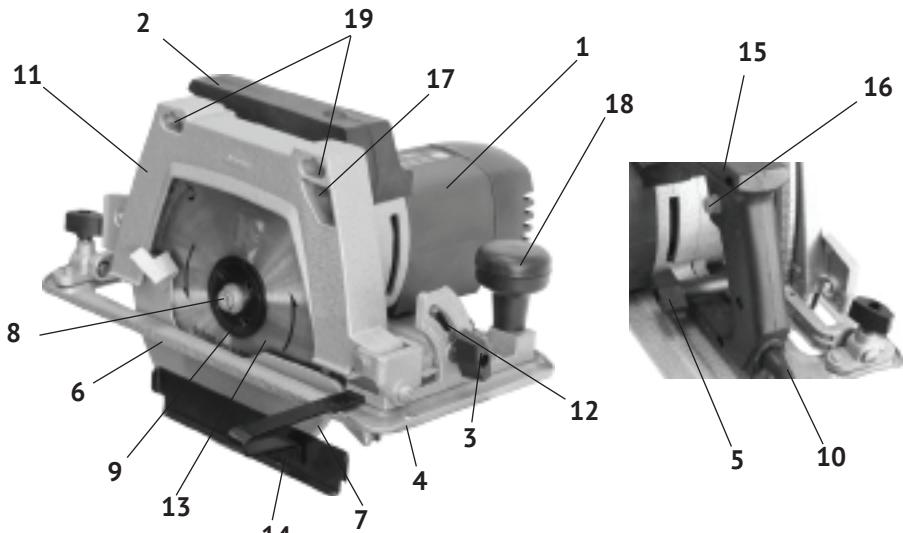

рис. 1
1.6 Общий вид пилы представлен на рис.1
1.7 Пила состоит из коллекторного двигателя в пластиковом корпусе (рис.1 поз.1) и металлического редуктора. Верхний неподвижный кожух (рис.1 поз.11) является одновременно крышкой корпуса редуктора. Крутящий момент с якоря электродвигателя, через шестернию, передаётся на шпиндель, соосный с электродвигателем. На шпиндель пилы, между опорным и зажимным (рис.1 поз.9) фланцами крепится пильный диск (рис.1 поз.13). Пильный диск - основной рабочий инструмент пилы.
1.8 Клавиша выключателя (рис.1 поз.15) расположена в рукоятке (рис.1 поз.2). Включение пилы осуществляется нажатием на клавишу выключателя указательным пальцем. Слева на рукоятке находится кнопка фиксации (рис.1 поз.16) клавиши выключателя в рабочем положении.
- нажав клавишу, зафиксировать её нажатием кнопки фиксации (рис.1 поз.16) в рабочем положении/повторное нажатие на клавишу отключает пилу при этом кнопка фиксации (со щелчком) возвращается в исходное положение.
На верхнем защитном кожухе (рис.1 поз.11) стрелкой указано направление вращения диска.
- надёжность крепления деталей корпуса двигателя, направляющей плиты (рис.1 поз.4) и отсутствие их повреждений, затяжку всех резьбовых соединений, исправность редуктора (вращение шпинделя от руки без заеданий);
- работу подвижного защитного кожуха (рис.1 поз.7);
2.2.1 Закрепить на шпиндель пильный диск (рис.1 поз.13), соответствующий обрабатываемому материалу. Для установки (замены) диска необходимо:
- открутить накидным ключом (входит в комплект поставки) винт крепления диска (рис.1 поз.8), снять зажимной фланец (рис.1 поз.9);
- переместить вверх, за рычаг нижний подвижный кожух (рис.1 поз.7), снять пильный диск (при замене);
- закрепить в отверстие для выброса опилок (рис.1 поз.17), на неподвижном кожухе (рис.1 поз.11), патрубок отвода стружки (входит в комплект поставки).
- ослабить винт (рис.1 поз.5) регулировки глубины пропила;
- ослабить винт (рис.1 поз.3) фиксации угла наклона;
2.2.5 При необходимости отпиливания заготовок строго определённой ширины, установите параллельный упор (входит в комплект поставки). Упор (рис.1 поз.14) вставляется в прорезь (справа или слева) направляющей плиты (рис.1 поз.4) и крепится винтом (рис.1 поз.12).
Пропил производите, подавая пилу вперёд двумя руками, используя дополнительную рукоятку (рис.1 поз.18), плотно прижимая основание к обрабатываемой заготовке.
- закрепить, используя отверстия (рис.1 поз.19) в неподвижном кожухе, двумя струбцинами к поверхности верстака (рабочего стола);
- установить на кронштейн (рис.1 поз.6) неподвижного кожуха расклинивающий нож с закреплённым на нём пластиковым защитным кожухом (входят в комплект поставки);
- при необходимости отпиливания заготовок определённой ширины, вставить в прорезь основания параллельный упор (рис.1 поз.14) и закрепить его винтом (рис.1 поз.12) в нужном положении.
Убедившись в надёжном креплении пилы, нажмите клавишу выключателя и зафиксируйте её кнопкой (рис.1 поз.16) во включённом положении. Соблюдая все меры предосторожности, двумя руками плавно подавайте заготовку к пильному диску, прижимая её по всей длине к основанию.
Внимание! Не фиксируйте нижний подвижный кожух (рис.1 поз.7) в открытом положении. Это может привести к заклиниванию диска, а также к травмам и повреждениям. Кожух будет автоматически сдвигаться при подаче заготовки.